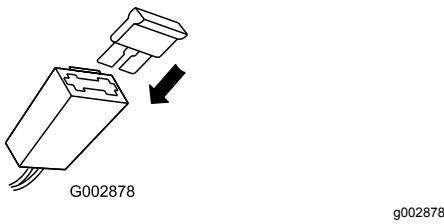

Figura 41
- Cambie el fusible del portafusibles (Figura 41).